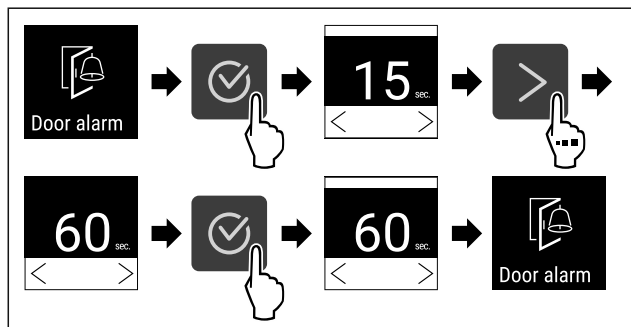

Fig. 117
- ▶ Obavite korake postupka (pogledajte Fig. 117) .